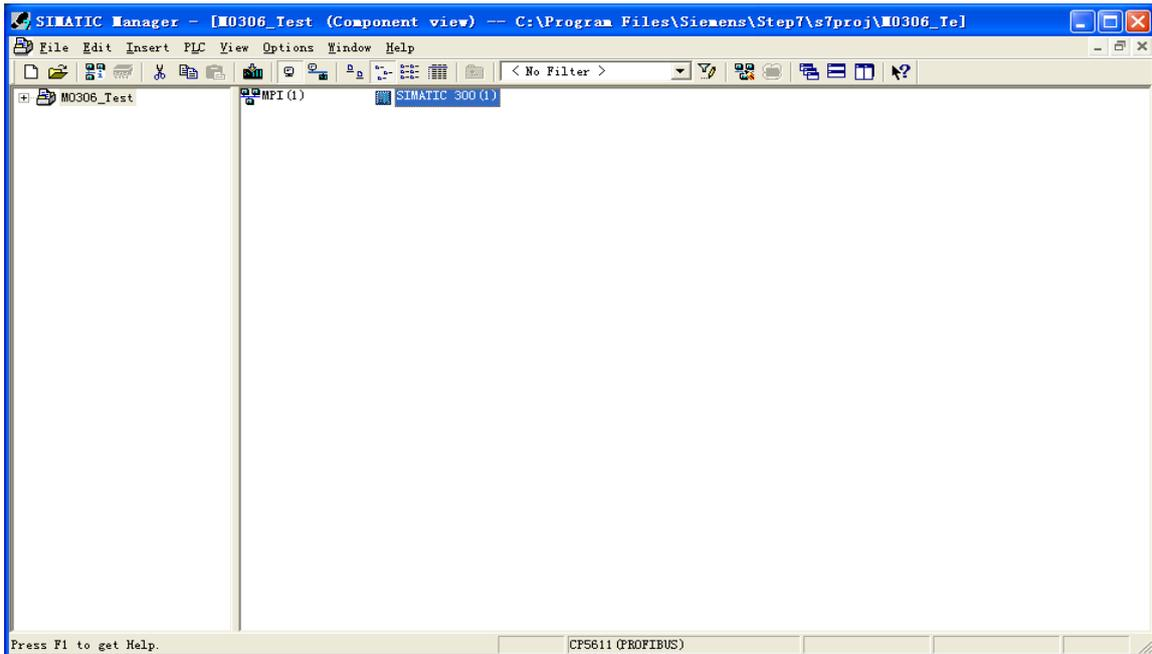

图 4.30 添加控制器
- 2) 输入工程名称，例如：“M0306\_Test”；Type 缺省为“Project”；选择工程存储路径，例如：“C:\Program Files\Siemens\Step7\s7proj”，点击 OK 按钮。然后根据实际硬件的情况来搭建工程，首先，确定 CPU 的型号。以 CPU315-2DP 为例，它是属于 SIMATIC300Station，所以选择“Insert→Station→SIMATIC 300 Station”。在当前工程下，将会出现“SIMATIC 300(1)”，如下图 4.30 所示：